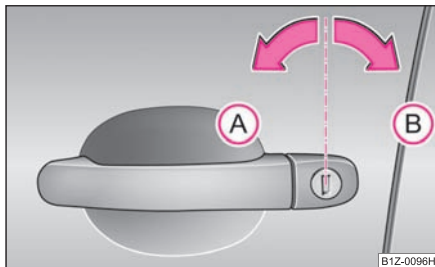

Fig. 32 Giros de llave para desbloquear y bloquear
- Gire hacia la izquierda la llave en el bombín de cierre de la puerta del conductor a la posición de desbloqueo (A) ⇒ fig. 32.
- Gire hacia la derecha la llave en el bombín de cierre de la puerta del conductor a la posición de bloqueo (B) ⇒ fig. 32.